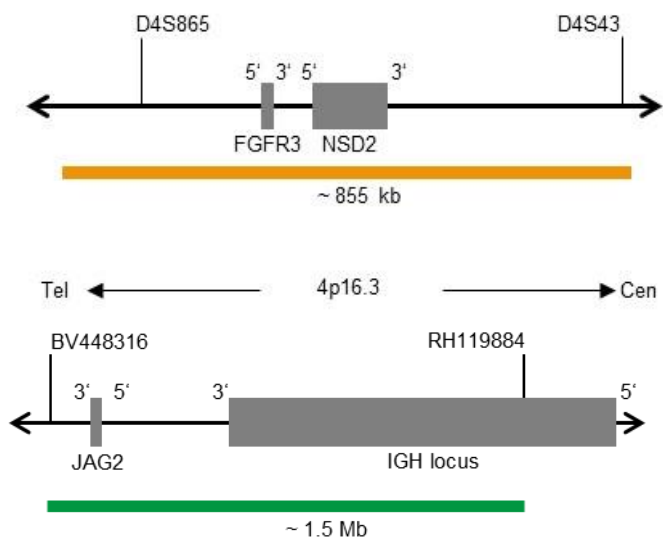

Fig. 1: Arriba: SPEC FGFR3 Mapa de la sonda; abajo: SPEC IGH Mapa de la sonda (no está a escala)
- Polinucleótidos marcados en naranja (excitación a 547 nm/emisión a 572 nm) ZyOrange (~6,0 ng/ μ l), dirigidos a secuencias localizadas en 4p16.3* (chr4:1,496,938-2,351,657) que albergan la región del gen FGFR3 (ver Fig. 1).
- Polinucleótidos marcados en verde (excitación a 503 nm/emisión a 528 nm) ZyGreen (~12,0 ng/ μ l), dirigidos a secuencias localizadas en 14q32.33* (chr14:105,462,169-106,995,000) que albergan el locus IGH (ver Fig. 1).